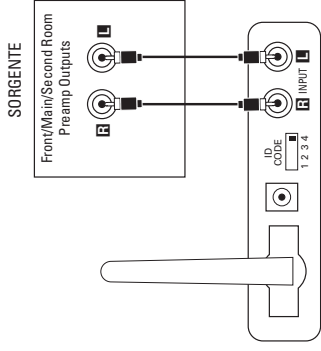

Figura 4.
Punto 1. Collegare il cavo di interconnessione (incluso) alle uscite preamplificate anteriori/principali sinistra e destra o alle uscite della zona 2 o alle uscite REC e agli ingressi sul modulo trasmettitore ②, come mostrato nella figura 4.